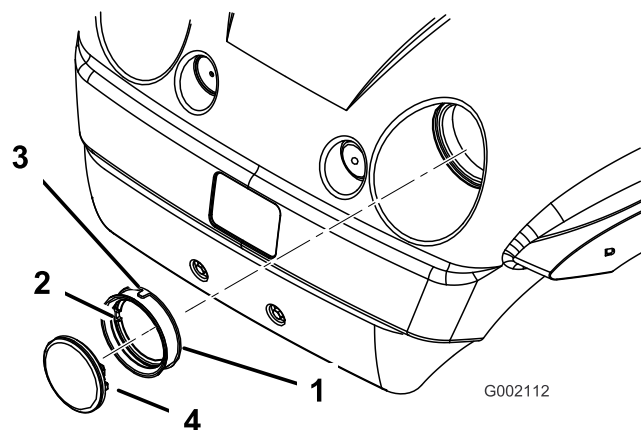

図 40
5. シール内側のノッチを合わせて新しいヘッドライトにシールを取り付ける（図 40）。シールがぴったりと嵌まるようにすること。
4. ヘッドライトの周囲からゴム製のシールを取り外す（図 40）。取り外したライトは破棄する。